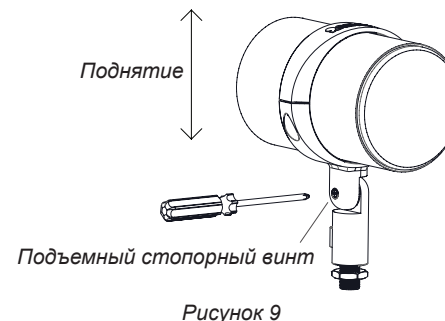

Рисунок 9
5. Воспользуйтесь крестообразной отверткой (продается отдельно), чтобы ослабить подъемный стопорный винт (см. Рисунок 9), поверните динамик под нужным углом подъема и вручную затяните стопорный винт. **НЕ ЗАТЯГИВАЙТЕ СЛИШКОМ СИЛЬНО**